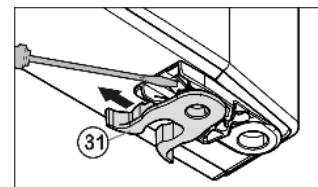

Fig. 7
- Permuter la pince élastique Fig. 7 (31) : appuyer sur l'ergot puis retirer la pince élastique.